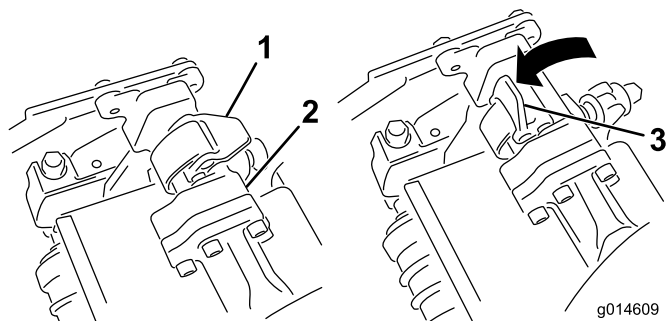
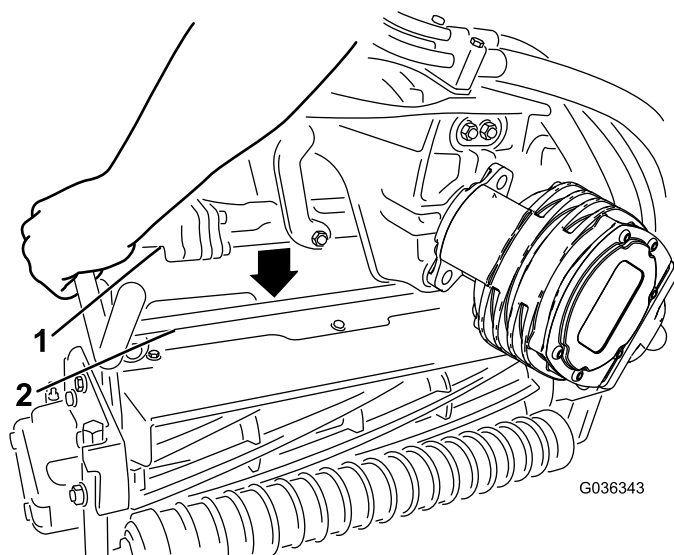

图32
图33
- 当悬挂臂杆上的闩锁指向上方（即打开）时（图32），向下压悬挂臂，使悬挂臂杆与滚刀组上方的支架相契合（图33）。
5. 向下并绕着滚刀组横杆关闭闩锁，将它们锁定到位（图32）。